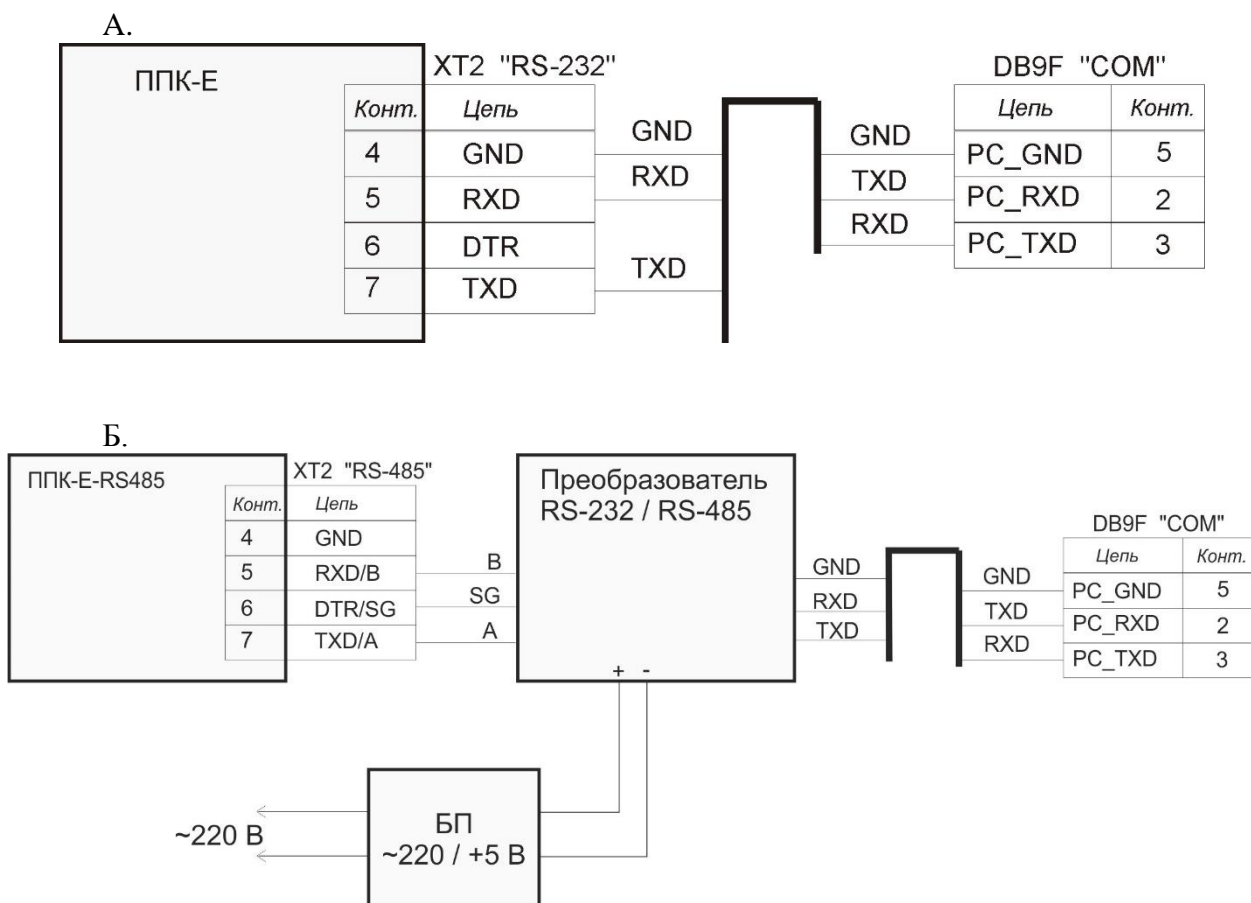

Рисунок 32 - Соединительный кабель: А «ППК-Е-RS232» - «Персональный компьютер», Б подключение «ППК-Е-R485» - «Персональный компьютер»
- подключите ППК-Е-RS232 к переносному компьютеру через интерфейс RS-232 с использованием соединителя, приведенного на Рисунке 32.А, в случае ППК-Е-RS485 для подключения к персональному компьютеру потребуется дополнительный переходник RS-232/RS-485 и источник питания +5 вольт (см. Рисунок 32.Б).